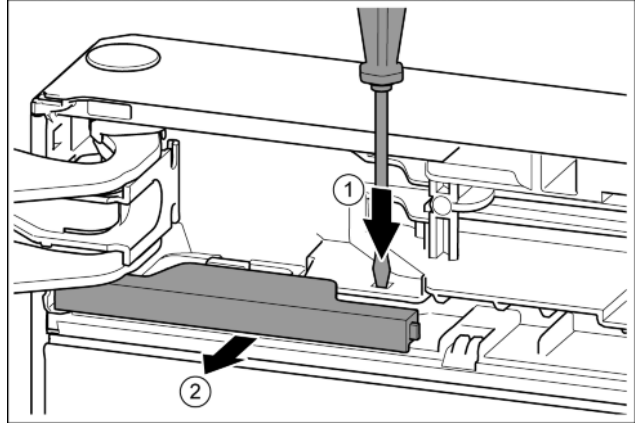

Fig. 14
- Nyomja a fedőlemezt csavarhúzóval. Fig. 14 (1)
- Húzza ki a fedelet a reteszelésből. Fig. 14 (2)